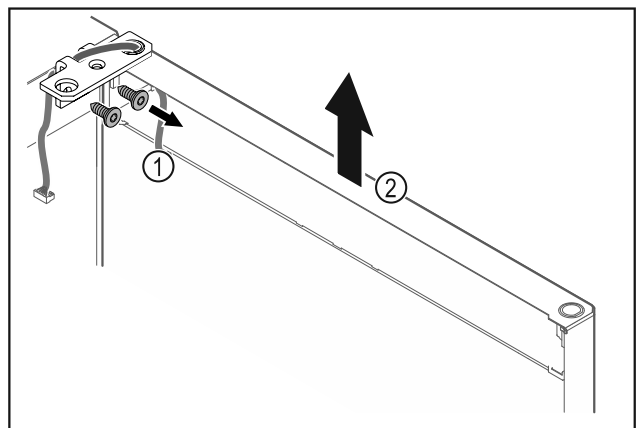

Fig. 25
- Ξεβιδώστε τη γωνία μεντεσέ Fig. 25 (1).
- Σηκώστε την πόρτα μαζί με τη γωνία μεντεσέ Fig. 25 (2) περίπου 200 mm ευθεία προς τα επάνω και αφαιρέστε τη.